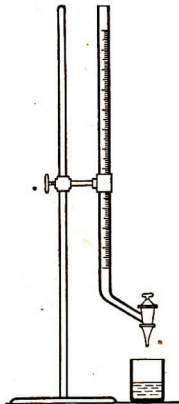

Abb. 8. Bürette
5. Zu Natronlauge, die durch Lackmus blau gefärbt ist, lassen wir aus einer Bürette (Abb. 8) so lange Salzsäure fließen, bis die Farbe in Violett umschlägt. Die Flüssigkeit schmeckt jetzt salzig und liefert beim Eindunsten würfliche Kristalle (Mikroskop!).